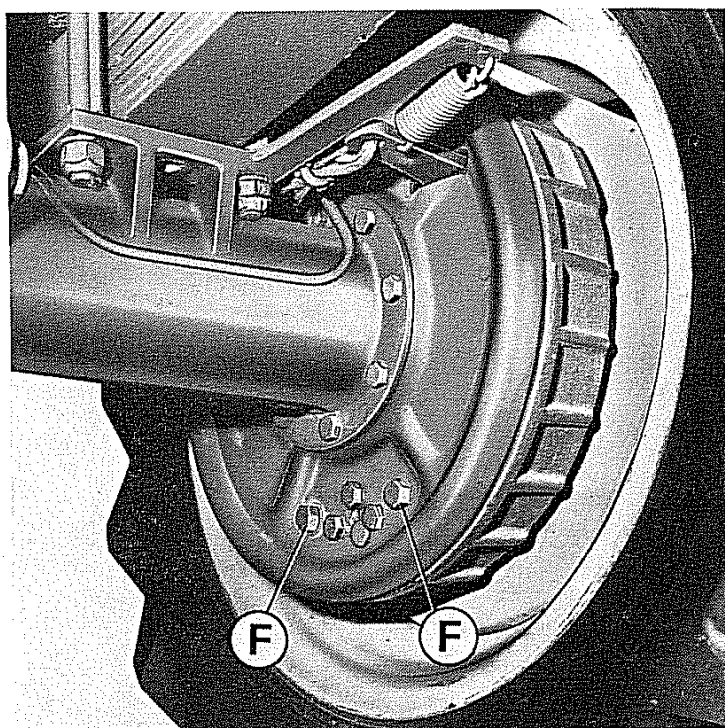

Fig. 27 - Dadi registro frenatura di servizio
- Ruotare in senso orario le viti **F** (fig. 27), fino a portare i ceppi contro il tamburo; ruotare quindi sensibilmente le viti in senso inverso.